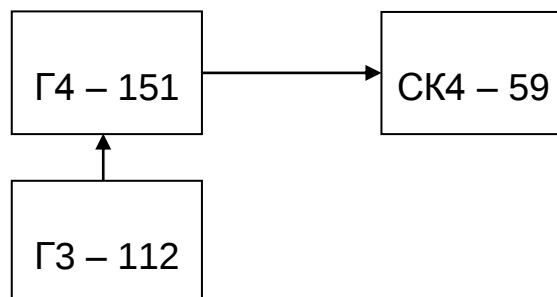

Рис. 3
5.1 Собрать схему измерений (рис. 3)